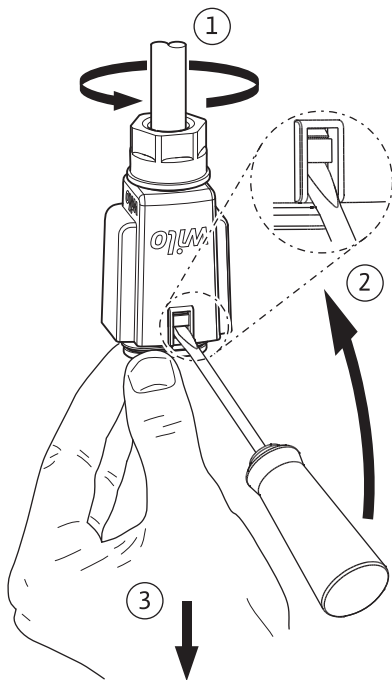

Fig. 6: Afmontering af Wilo-Connector
- Træk Wilo-Connector af pumpen, og afmonter den ved hjælp af en passende skruetrækker (Fig. 6).